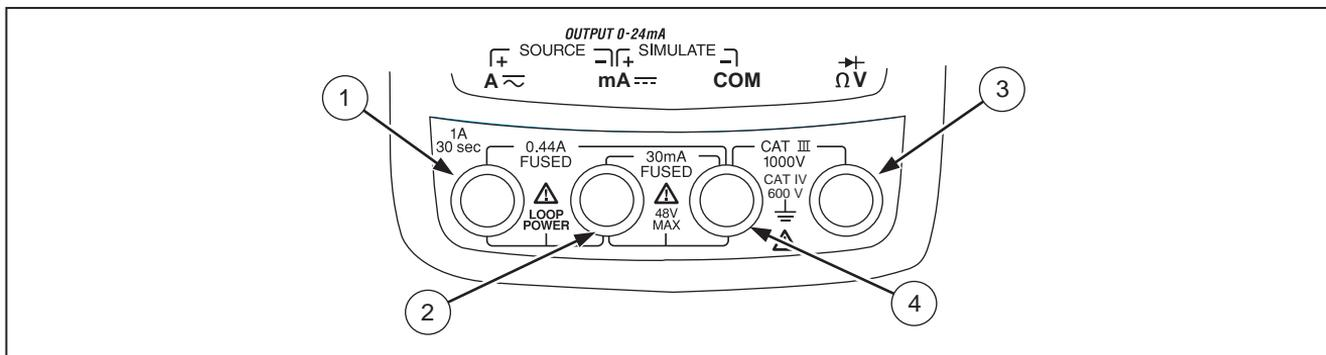

Figura 2. Conectores de entrada y salida
- La figura 2 y la tabla 2 describen los conectores de entrada y salida.